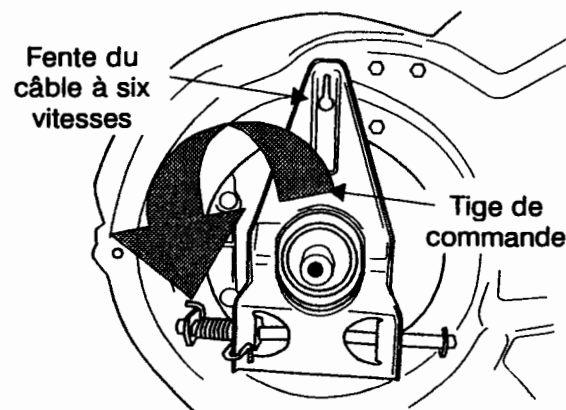

Figure 23
13. Écartez la poulie et la courroie. Voir la figure 23.